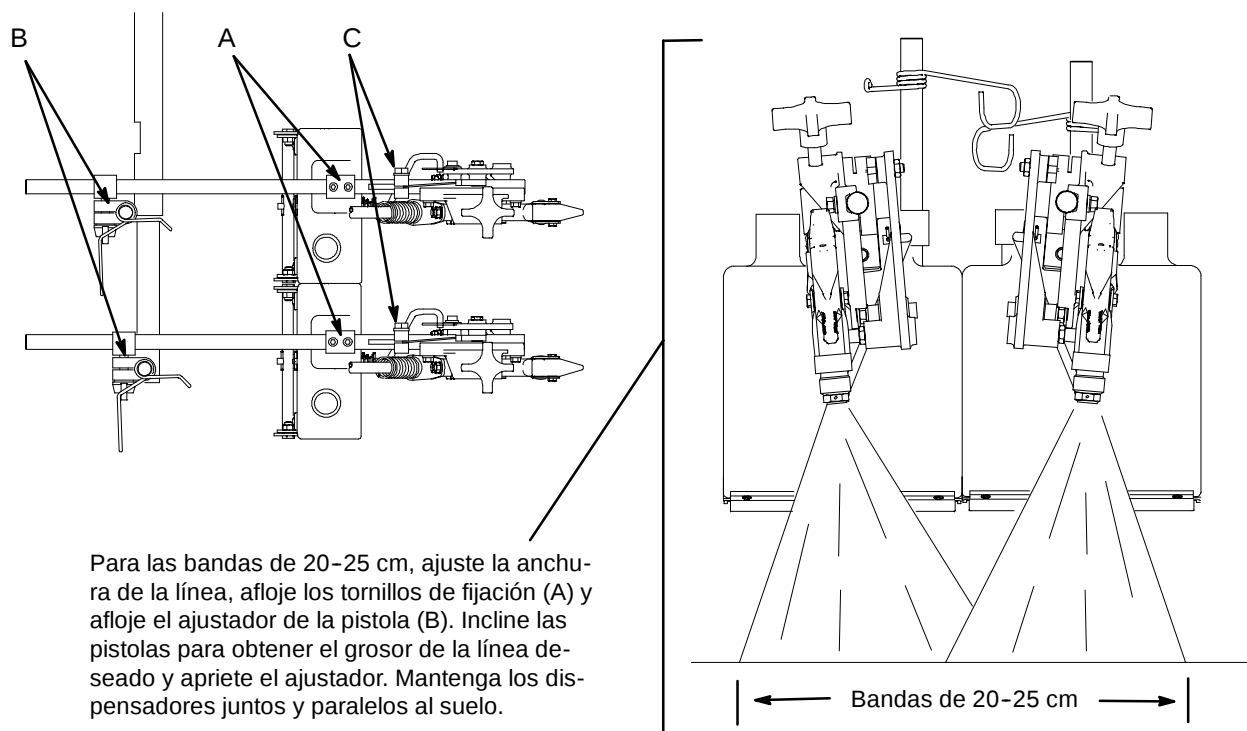

Fig. 4
Fig. 4. Los dispensadores de cuentas (A) están colocados detrás de las pistolas de pintura. Si no se ajustan correctamente, pueden omitir una pequeña zona al final de cada línea pintada. Asegúrese de colocar el ajustador del cable (C) de forma que la pistola se dispare cuando el gatillo esté a medio camino de la empuñadura. Ajuste los dispensadores de cuentas (A) de forma que las cuentas de vidrio comiencen a fluir inmediatamente cuando se acciona el gatillo. De esta forma, se garantiza un control independiente de las cuentas para que puedan seguir fluyendo después de que se termine de pintar.
Requiere 2 pistolas y 2 dispensadores de cuentas. (Vea en la Fig. 4 la orientación de la pistola necesaria para conseguir una banda de 20-30 cm.)